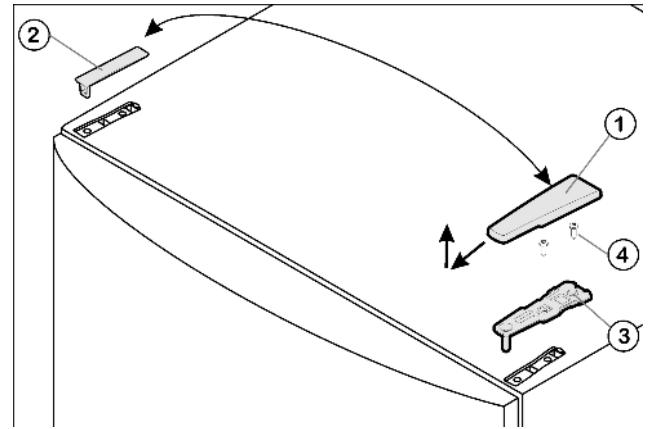

Fig. 4
- ▶ Abdeckung Fig. 4 (1) nach vorne und oben abziehen.
- ▶ Abdeckung Fig. 4 (2) abheben.
- ▶ Oberen Lagerbock Fig. 4 (3) abschrauben (2 mal Torx® 25) Fig. 4 (4) und nach oben abziehen.
- ▶ Oberen Lagerbock Fig. 4 (3) auf der neuen Scharnierseite in die Tür einsetzen.
- ▶ Oberen Lagerbock **fest (mit 4 Nm)** anschrauben (2 mal Torx® 25) Fig. 4 (4). Schraublöcher evtl. vorstechen oder Akkuschauber verwenden.
- ▶ Abdeckung Fig. 4 (1) und Abdeckung Fig. 4 (2) jeweils auf der Gegenseite von außen aufsetzen und einrasten.